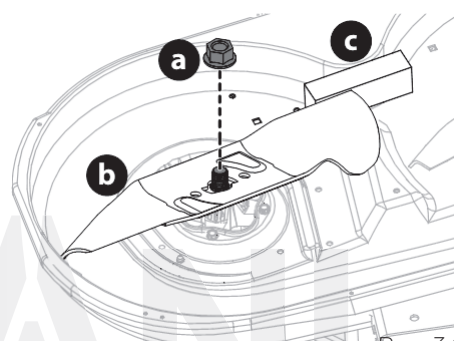

Рис. 34
2. Поместите деревянный брусок (с) между корпусом деки и режущей кромкой ножа (b), чтобы зафиксировать нож (b) и ослабить шестигранную гайку (a). С помощью гаечного ключа 15/16 ослабьте шестигранную гайку (a) (рис. 34).
3. При установке ножей необходимо (рис. 34):